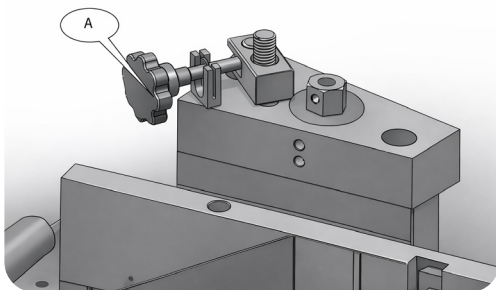

Figura 7 - Função para Ajustar o Fluxo de Cola
- Sistema de alimentação de fita (imagem 20; mais detalhes na figura 4). O comprimento do excesso de fita na frente do painel pode ser ajustado alterando os dados do relé A de retardo de tempo (Figura 7). A configuração de fábrica é 1,55 segundos. Mais tempo, mais excedente.
- O rendimento da cola pode ser ajustado pelo manipulador A. (Figura 7). Ele foi testado e ajustado em uma posição antes da entrega.